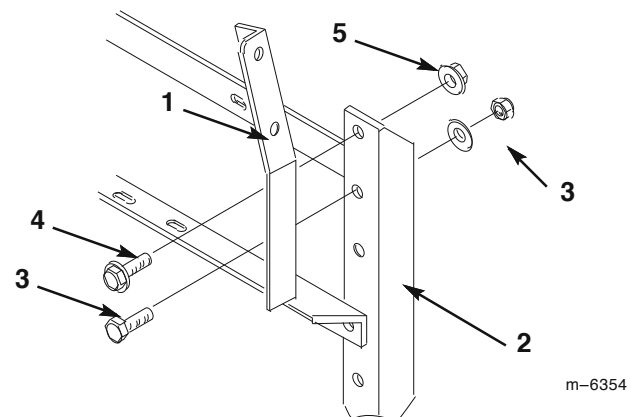

図7
- カバー付きブームの場合、またはブームを搭載していない場合は、コントロール・ボックス・サポート・ブラケットを右後ろブーム・フレーム (図7) に取り付ける。既存の金具、フランジ・ボルト (1/2 x 1/2 インチ) とフランジ・ナット (1/2 インチ) 各1個を使用。